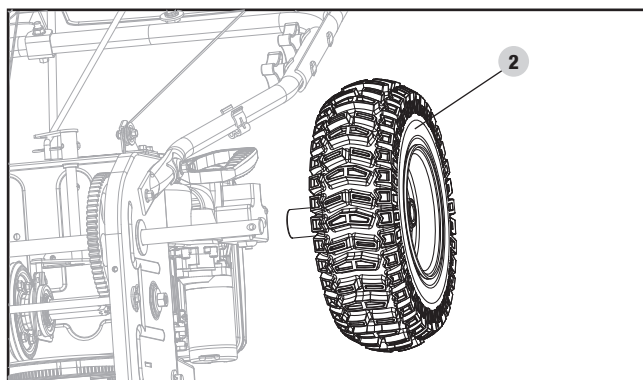

Figure 27C
3. Enlevez la roue de droite (2) en enlevant l'esse (figure 27C).